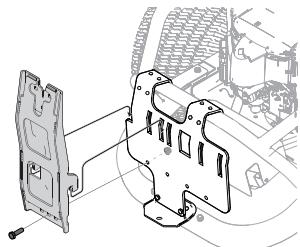

Figura 7
2. Instale la ménsula de soporte vertical (683-04519C) en el conjunto de montaje sobre el tractor enganchándolo encima del conjunto de montaje tal como se muestra en la Figura 7.
3. Fije el ensamblaje del colgador a la unidad de montaje con un perno hexagonal (710-0376) y una tuerca de seguridad con brida (712-04063) que viene con el paquete de herramientas 689-01419. Consulte la Figura 7.